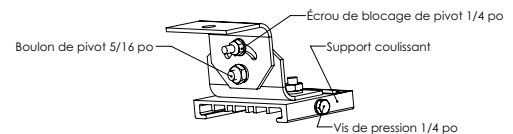

Figure 4. Détails du montage pivotant
6. Serrer les deux (2) vis de pression de 1/4 po sur chaque support coulissant jusqu'en butée (voir la figure 4). Serrer avec un couple de 8,8 N.m (78 lb-po).
7. Régler la position du luminaire selon l'angle souhaité, puis serrer les deux (2) boulons à œil de 5/16 po. Serrer avec un couple de 15,6 N.m (138 lb-po).
8. Visser les deux (2) écrous de blocage du pivot de 1/4 po aux fentes de réglage au couple de 8,8 N.m (78 lb-po).